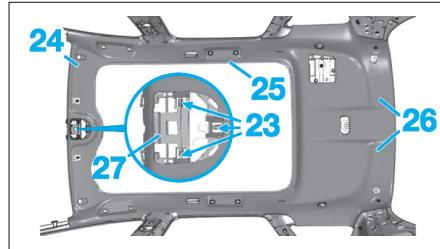

Fig. 83
- Dégager l'éclaireur (22) de la garniture de pavillon et débrancher les connecteurs (21).
- l'éclaireur (22),
- le joint de cadre de rideau occulteur (25) (Fig.83),
- les pions (26).
• Dégrafer le renfort de la garniture (27) en (23).